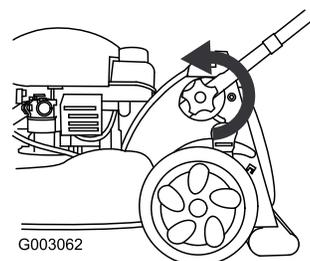

Figure 43
1. Desserrez les boutons de la partie inférieure du guidon (Figure 43).